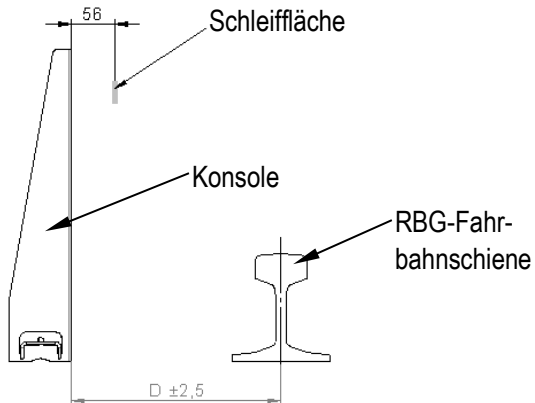
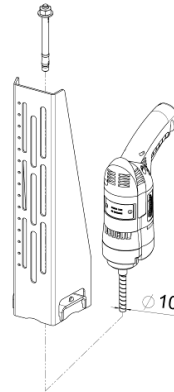

Abb. 15: Distanz der Konsole zur Schleiffläche und zur RBG-Fahrbahnschiene
Abb. 16: Dübel (Bestell.-Nr.: 08-162666) nach Herstelleranweisung montieren
- Die Distanz der Konsole anhand der RBG-Fahrbahnschiene ausrichten (siehe Abb. 15) und für die Dübel eine Bohrung $\varnothing 10$ mm in den Montageuntergrund bohren (siehe Abb. 16).
Die Konsolen müssen auch an der RBG-Fahrbahnschiene ausgerichtet sein (siehe Abb. 15).